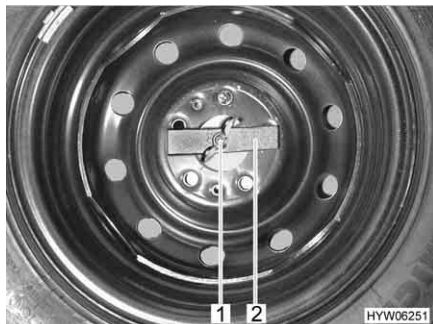

Fig. 193 Ruota di scorta nel gavone di coda
- Svitare manualmente il dado ad alette (Fig. 193,1) e rimuoverlo.
- Rimuovere la barretta di compressione (Fig. 193,2).